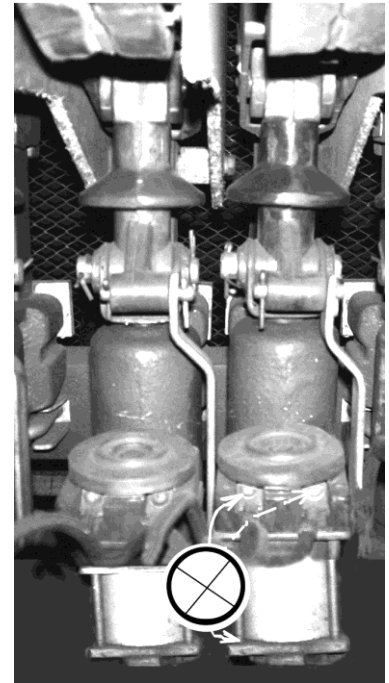

Рис. 309. Прозвонка проводов контактора на исправность цепи
- исправную (проверенную) прозвоночную лампу закрепить на корпус (рис. 309);